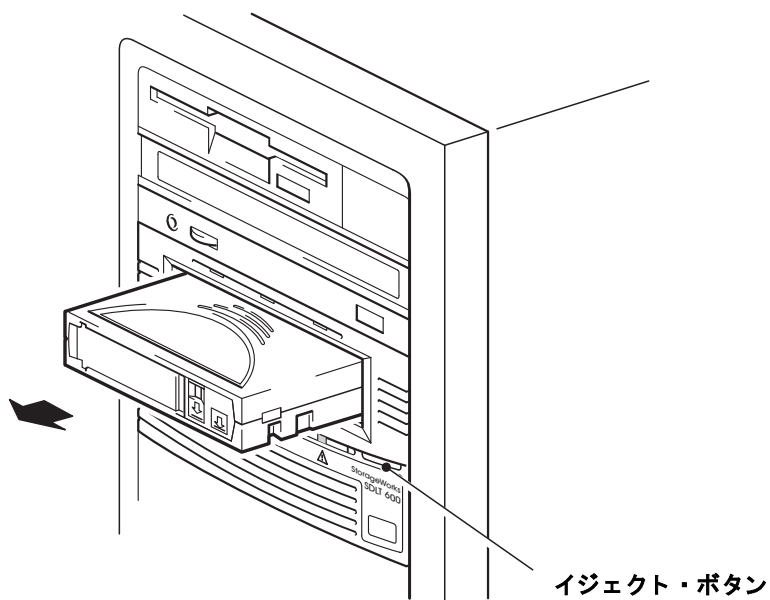

図 9b: カートリッジのアンロード
- 1 フロント・パネルのイジェクト・ボタンを押します（図 9b を参照）。